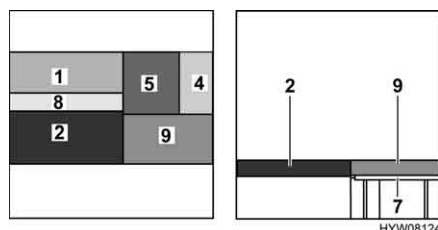

Fig. 69 Dopo la trasformazione
- Posizionare i cuscini dello schienale del sedile (Fig. 69,1) sul tavolo.
- Posizionare il cuscino aggiuntivo (Fig. 69,8) tra il cuscino del divano e il cuscino dello schienale.
- Posizionare il cuscino dello schienale del sedile singolo longitudinale (Fig. 69,4) tra il cuscino del sedile singolo longitudinale e la parete posteriore.
- Posizionare il cuscino aggiuntivo (Fig. 69,9) sulla piastra di supporto.